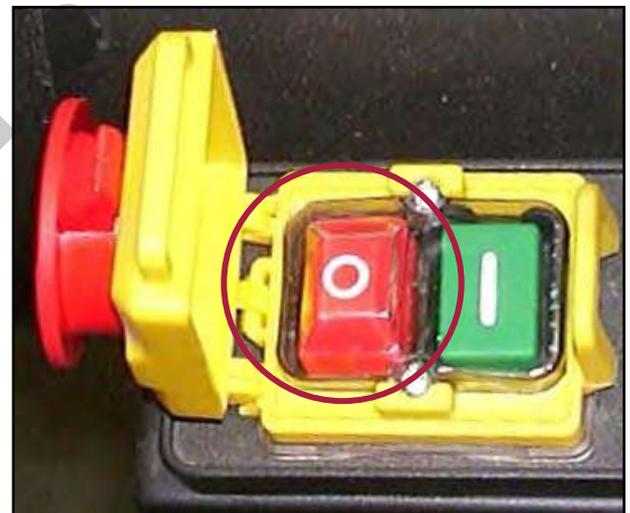

Figura 20 – Dettaglio interruttori.
Il pulsante rosso (O), serve per lo spegnimento (stop) dell'aspiratore per trucioli (Figura 20). Attraverso questo pulsante, viene tolta l'alimentazione al motore elettrico e viene così fermata la rotazione della ventola.
Per lo svuotamento del sacco (o dei sacchi, nel caso l'aspiratore per trucioli sia collegato a due macchine per la lavorazione del legno), fermate la macchina (o le macchine) per la lavorazione legno seguendo le relative istruzioni d'uso e poi l'aspiratore premendo il pulsante rosso (Figura 20) attendendo il completo arresto di tutte le macchine.